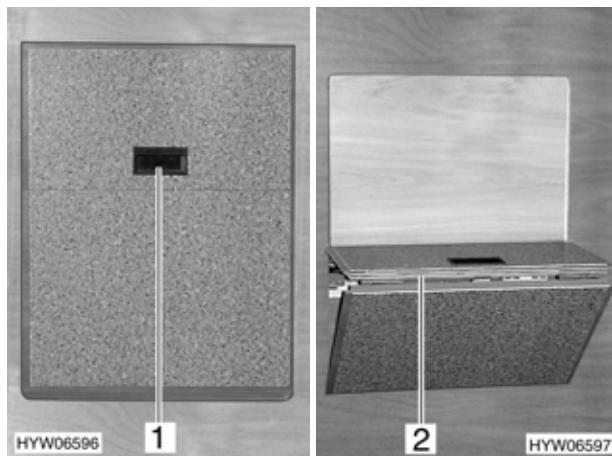

Fig. 69 Scalino del letto in coda
- Afferrare la maniglia (Fig. 69,1) e tirarla in avanti.
- Spingere lo scalino (Fig. 69,2) verso il basso fino allo scatto del fine corsa.